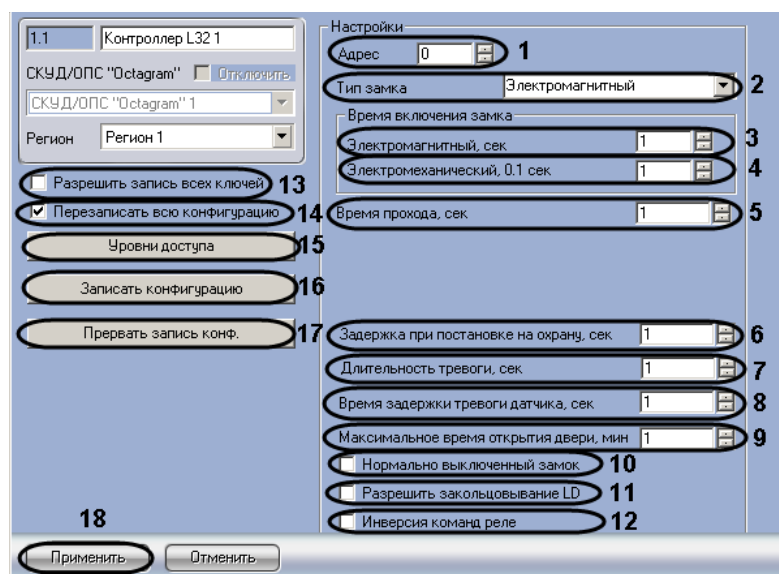

Рис. 3.3—2 Настройка контроллера L32
2. В поле **Адрес** ввести с помощью кнопок **вверх-вниз** адрес контроллера L4D/L5D в десятичной системе счисления (см. Рис. 3.3—2, 1).
3. Из раскрывающегося списка **Тип замка** выбрать тип используемого замка – электромагнитный или электромеханический (см. Рис. 3.3—2, 2).